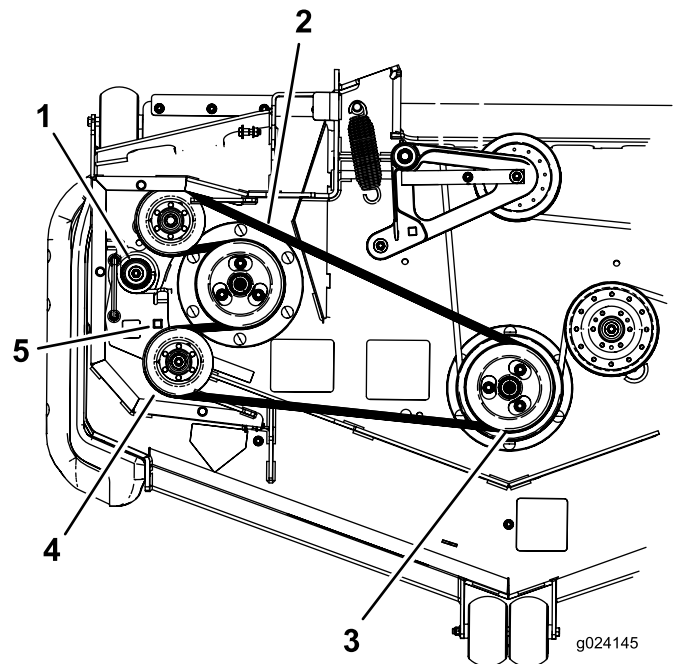

Figure 96
7. Insérez un rochet dans le trou carré du bras de tension pour détendre le ressort de la poulie de tension (Figure 96).
8. Enlevez la courroie de la poulie du tablier de coupe (Figure 96).
9. Enlevez la courroie des poulies restantes (Figure 96).
11. Insérez le rochet dans le trou carré, détendez le ressort et guidez la courroie neuve autour de la poulie de tension (Figure 96).